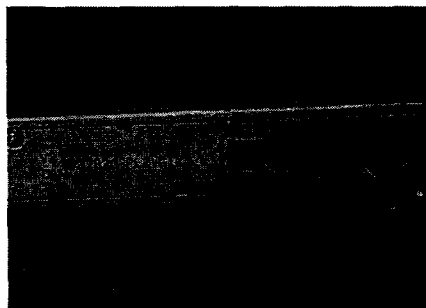

Рис. 13.1. Расположение светодиода в БЭУ (либо только красный, либо красный и желтый)
Большинство моделей Honda выпуска до 1992 года оснащены предупреждающей сигнальной лампочкой, расположенной на панели приборов, а также красным светодиодом, расположенным на корпусе БЭУ (см. рис. 13.1). На моделях Legend 2.5i и 2.7i кроме красного установлен еще и желтый светодиод для настройки тахометра (эти модели не оборудованы диагностическим разъемом). После включения зажигания сигнальная лампочка загорается (проверка исправности лампочки) и через несколько секунд гаснет. Если лампочка не гаснет или загорается в какой-то момент при работающем двигателе, значит система диагностики обнаружила неисправность. Светодиод на корпусе БЭУ начинает мигать, позволяя прочесть код неисправности, тогда как сигнальная лампочка на панели приборов просто горит. После выключения зажигания лампочка и светодиод гаснут. Если неисправность осталась, то при повторном включении зажигания лампочка загорится, а светодиод продолжит высвечивать код неисправности. Этот код останется в памяти БЭУ, пока не будет из нее удален с помощью процедуры, описанной ниже.
- 2 Наблюдайте за светодиодом, установленным на корпусе БЭУ (см. рис. 13.1)